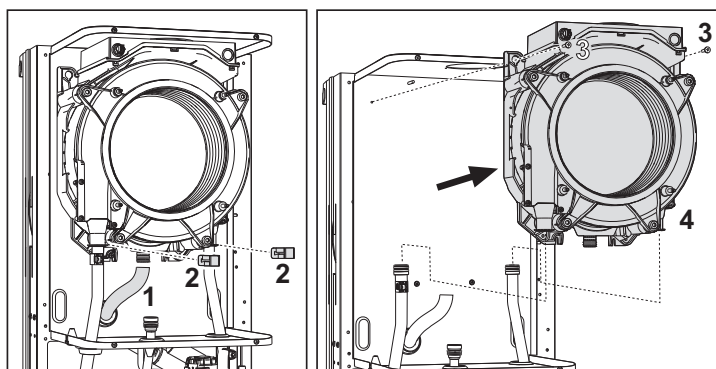

fig. 33- Schimbătorul principal
- Scoateți cele 2 șuruburi **superioare "5"** de fixare a schimbătorului de cadru (fig. 33).
- Slăbiți cele 2 șuruburi **inferioare "5"** de fixare a schimbătorului de cadru (fig. 33).